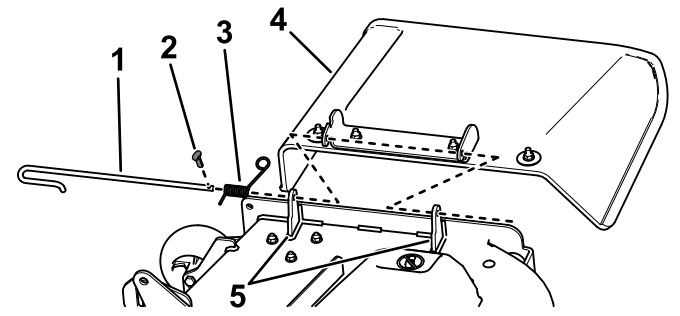

Figura 5
2. Desengate a mola da ranhura no suporte do defletor e retire o contrapino (apenas modelos CE), deslize a barra para fora dos suportes soldados da plataforma, mola e defletor de descarga (Figura 5).
3. Retire o defletor (Figura 5).